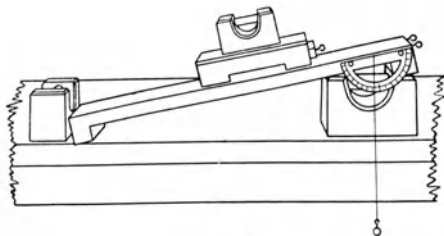

Fig. 43.
**Anleitung.** a) Lege das Reibbrett so auf ein 20 kg\*-Stück (oder auf zwei aufeinander gestellte 5 kg\*- oder 10 kg\*-Stücke), daß das eine Ende auf dem Tisch ruht und das andere sich auf das Gewicht stützt (Fig. 43). Stelle ein Gewichtstück vor das untere Ende des geneigten Bretts und hindere es so am Ausgleiten.